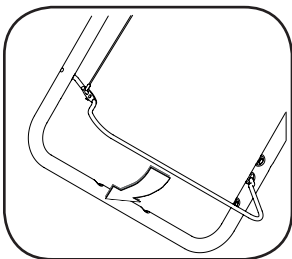

Figure 6
1. Pour vérifier le réglage, placez la souffeuse sur une surface plate. La plaque doit être réglée de manière que les roues, la plaque et la tarrière touchent le sol simultanément lors de l'utilisation de la souffeuse. Voir la Figure 6. Si la neige souffie en dessous du logement de la souffeuse la plaque peut être réglé trop haut. Si la plaque présente des signes d'usure excessive, ou la souffeuse n'auto-propulsera pas, la plaque peut être ajusté trop bas
1. Pressez la manette de commande contre le guidon supérieur pour enclencher les tarières. Voir la Figure 6.